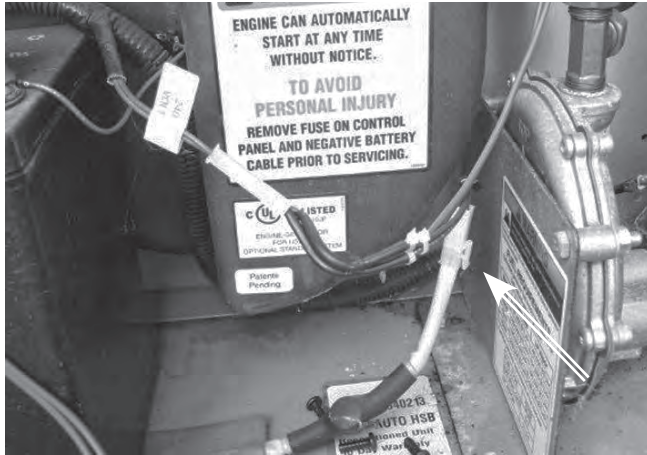

Figura 6
2. Conecte el cable del divisor de 240 V en el conector del calentador de la batería (flecha, Figura 6).